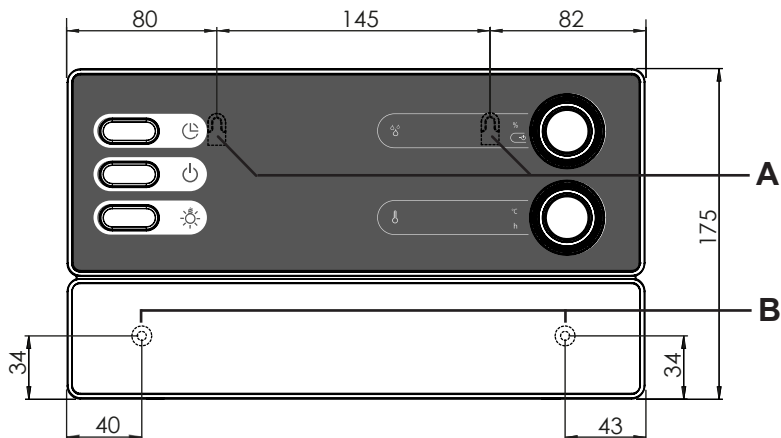

Fig.1 Position du dispositif de suspension et des ouvertures de montage (mesures en mm)
1. Vissez deux vis cruciformes (16 mm) à une hauteur d'environ 1,70 m jusqu'à obtenir un écartement de 7 mm dans la paroi du sauna. L'espace entre les deux vis doit être de 145 mm (voir **Fig.1**).
3. Accrochez la commande de sauna à l'aide du dispositif de suspension **A** aux vis cruciformes montées (voir **Fig.1**).
4. Vissez deux vis cruciformes (16 mm) dans les ouvertures de fixation inférieures **B** (voir **Fig.1**).